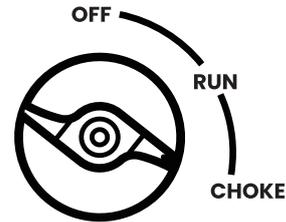

Figura 6: Ruotare l'interruttore di controllo motore/carburante in posizione CHOKE
3. Tournez le commutateur de commande du moteur/carburant en position CHOKE (vedi figura 6).